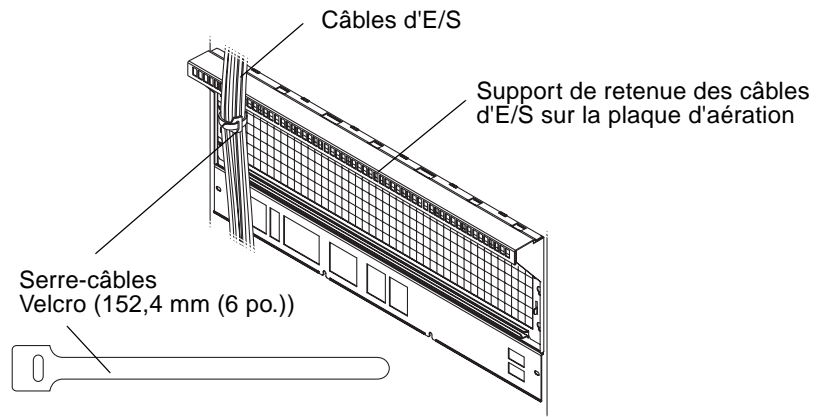

FIGURE 4-1 Maintien des câbles d'E/S
4. Placez l'ensemble des câbles dans le support de retenue des câbles d'E/S situé sur la plaque d'aération et attachez-les à l'aide des serres-câbles Velcro (référence 230-1855), comme illustré à la FIGURE 4-1.